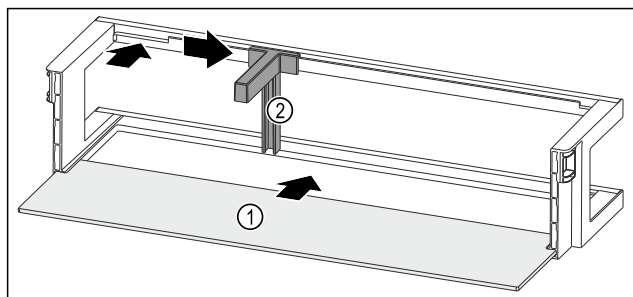

Fig. 165 Balconcino controporta con ripiano
- Inserire il ripiano Fig. 165 (1) negli incavi laterali.
- Inserire il fermabottiglie Fig. 165 (2) nell'incavo.
- Fare scorrere il fermabottiglie Fig. 165 (2) lateralmente alla posizione desiderata.